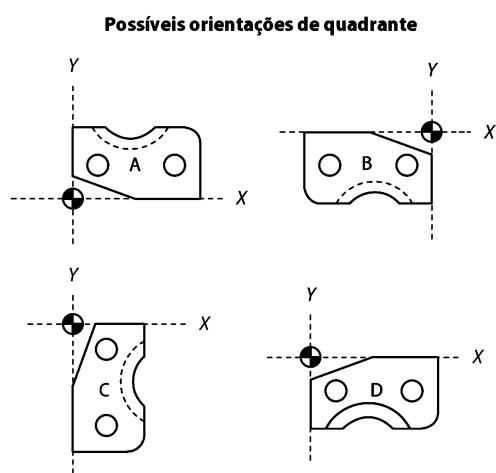

Figura 1-59 Opções de fixação em vários quadrantes.
4. A Figura 1-59 retrata quatro possíveis posições para定位 a morsa a fim de fixar a peça para o processo de fresagem da peça PLC 17-A. Em qual quadrante cada configuração reside?
9. Quais são as coordenadas absolutas do ponto K com a peça na orientação D? Na Figura 1-59.